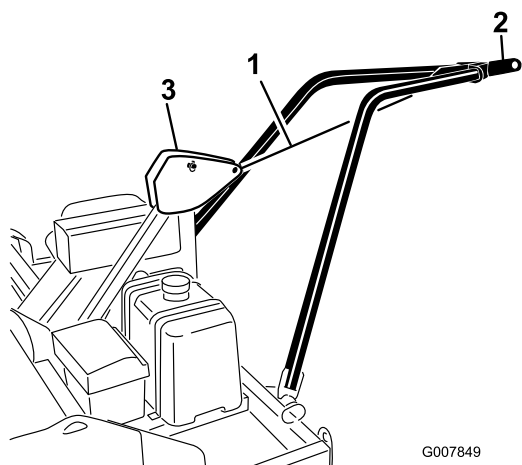

Рисунок 14
- Используя стяжку или трос, прикрепите пластину сцепки буксировочного рычага к шарниру сцепки рамы, подняв буксировочный рычаг для установки (Рисунок 14).